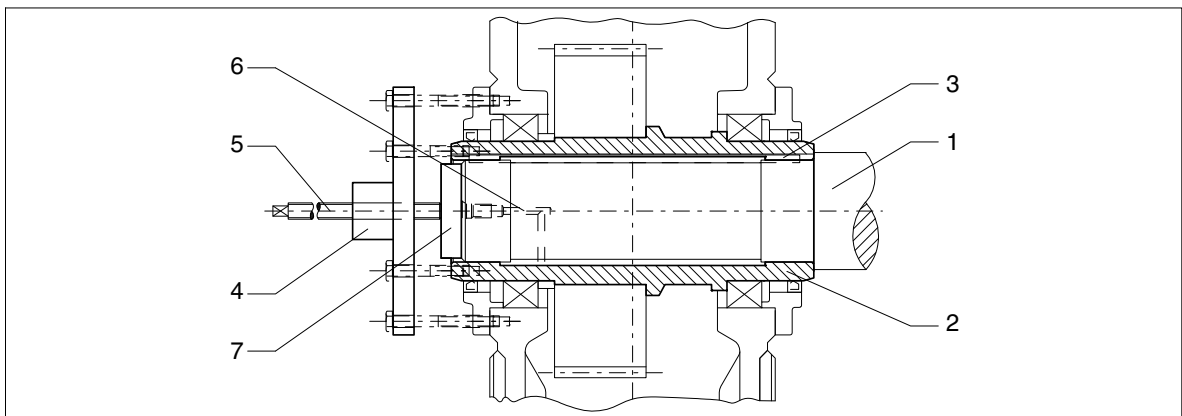
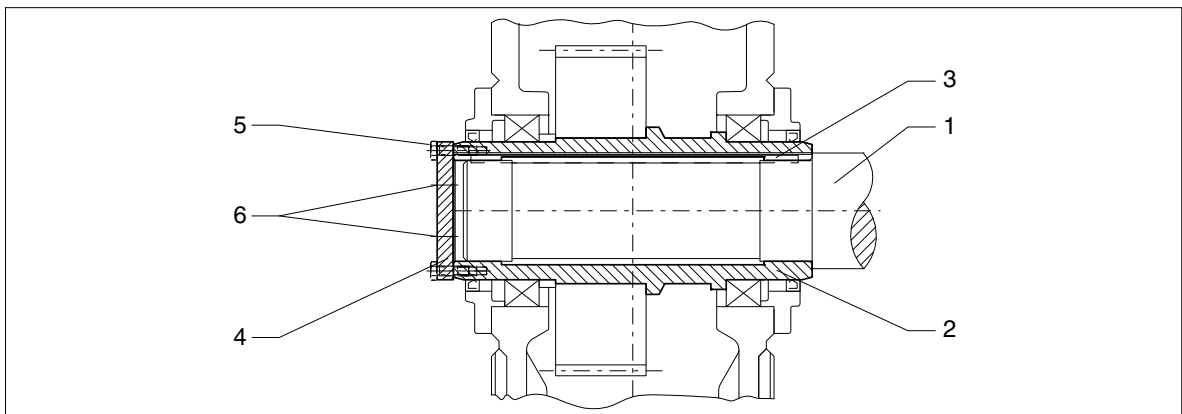

Bild 48: Hohlwelle mit Paßfedernut, Demontage mit hydraulischem Hubgerät ("Lukas")
Bild 49: Hohlwelle mit Paßfedernut, Demontage mit Endscheibe
- Nach ausreichendem Einwirken des Rostlösers Getriebe mittels Vorrichtung abziehen (siehe Bild 48 und Bild 49).
- mit Abdrückschrauben in einer Endscheibe (siehe Bild 49) oder
Wird hierbei, wie in Bild 48 dargestellt, nicht nur an der Hohlwelle abgestützt, sondern zusätzlich auch das Gehäuse mit eingebunden, so dürfen die in der nachfolgenden Tabelle 16 aufgeführten Abdrückkräfte nicht überschritten werden.